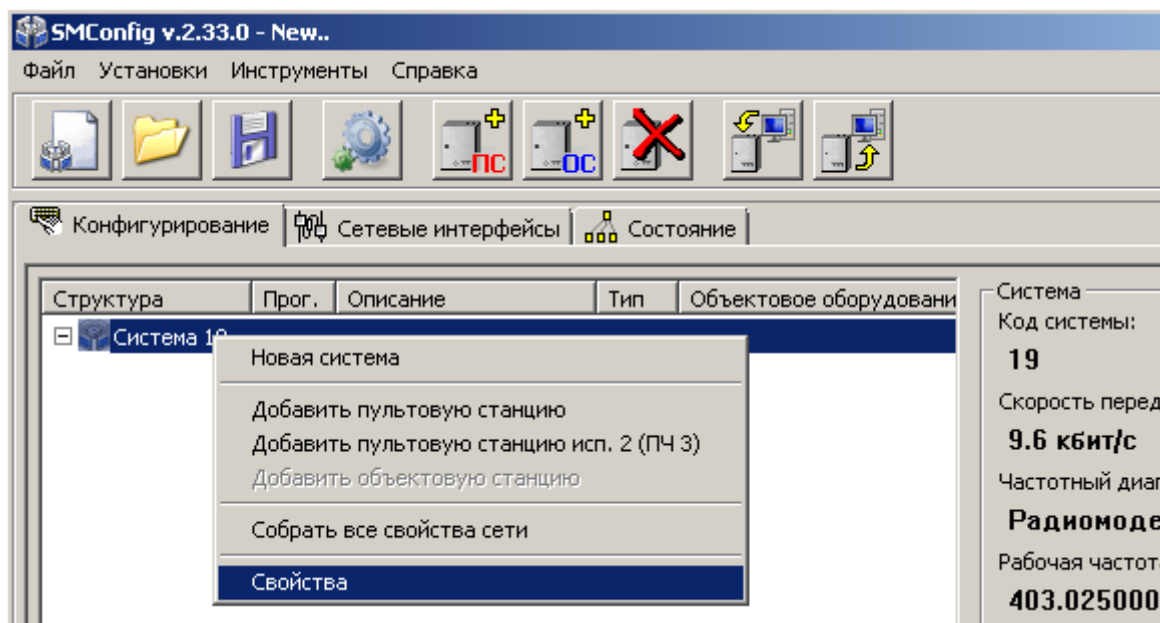
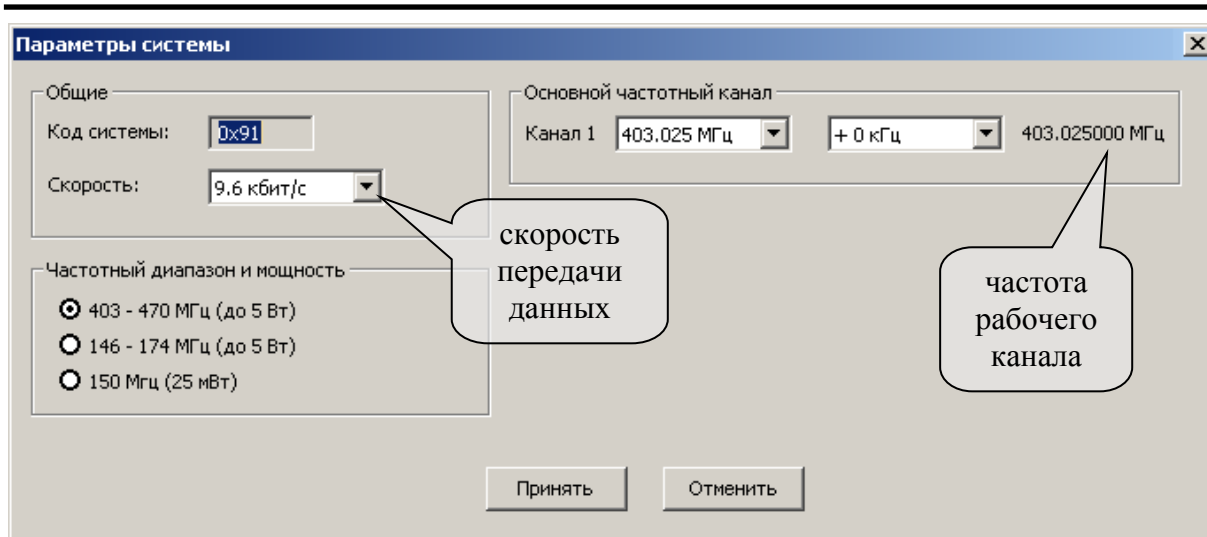

Рис. 19
Рис. 20
2. На вкладке "Конфигурирование", на строке "Система" двойным кликом мыши или нажатием правой кнопки мыши вызвать контекстное меню и выбрать пункт "Свойства" (Рис. 19). Появится окно "Параметры системы" (Рис. 20).